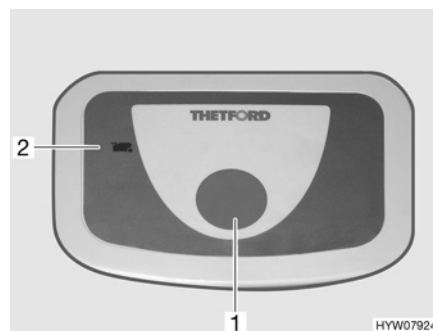

Fig. 115 Pulsante dello sciacquone/spia di controllo (toilette Thetford)
- Per sciacquare premere il pulsante blu (Fig. 115,1).
La spia di controllo (Fig. 115,2) si accende quando il serbatoio fecale deve essere svuotato.